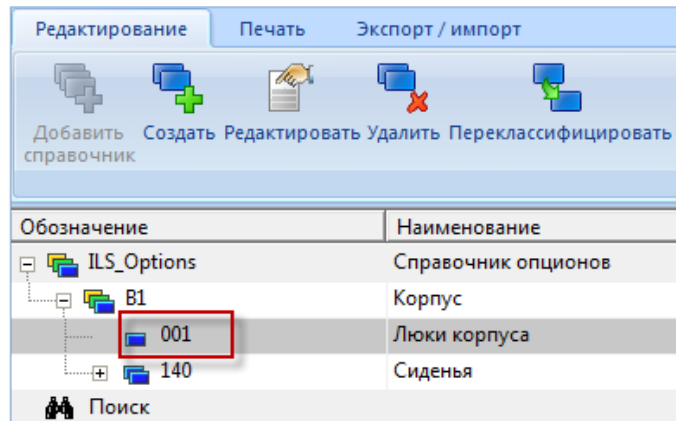

Рис. 13-16 – Выбранный раздел перемещен
3) Выбранный раздел будет перемещен. В этом случае код раздела будет создан заново в соответствии новым местом в дереве справочника (рис. 13-16).